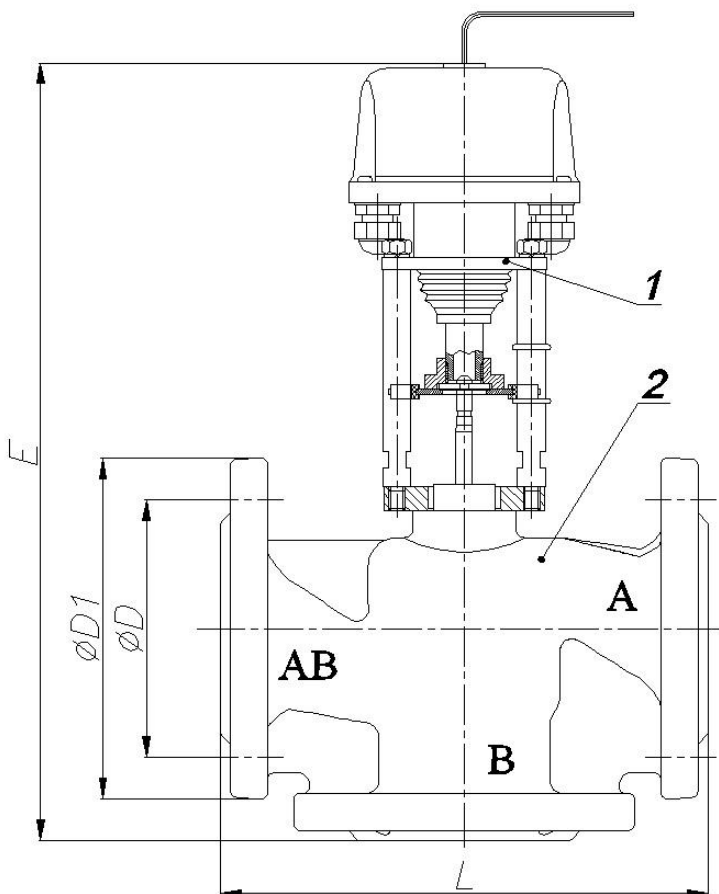

Рисунок 1 – Клапан ВКТР с ЭИМ
**1.3.1** Клапан ВКТР с электрическим исполнительным механизмом (см. рисунок 1) состоит из следующих основных узлов: